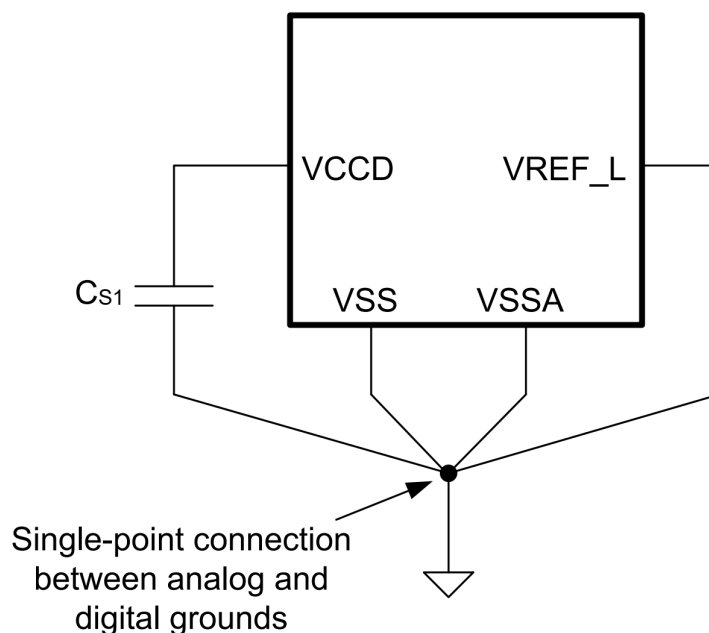

图 11 平滑电容器
- 6) 每个芯片 (而非每个 VCCD 引脚) 都需要一个平滑电容器 CS1。VCCD 引脚必须连接在一起, 以确保低阻抗连接。(参见图 11 中的要求)。